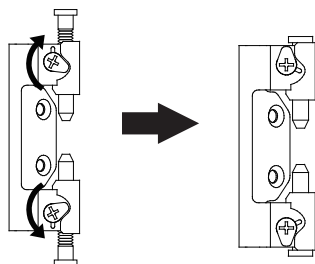

図 4 蝶番ピンの固定のし方
- ・扉の取付け時、ギヤピンヒンジは扉の中央部より取付けてください。ギヤピンヒンジねじ部を矢印方向に回し、確実に固定してください。(図 4、5)